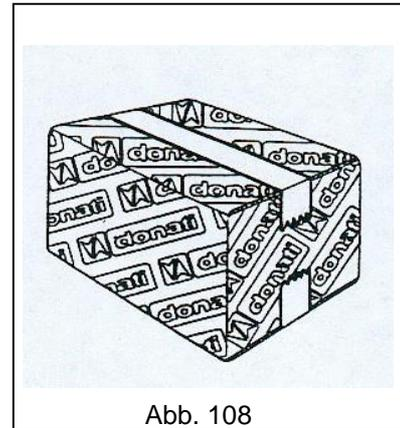

Abb. 108
- **NIEMALS** andere als originale bzw. vom Hersteller empfohlene Ersatzteile verwenden (Abb. 108).